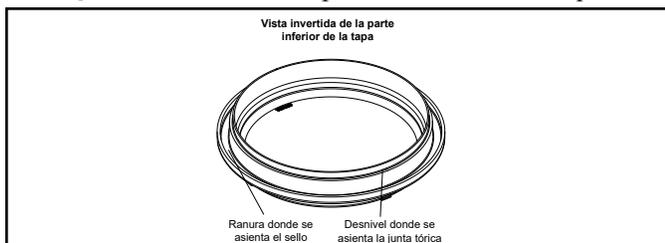

Figura 15. Colocación de la junta tórica de prueba de presión azul
2. Coloque la junta tórica azul en el desnivel ubicado a 1/4" desde la parte inferior de la tapa. Consulte la Figura 15.